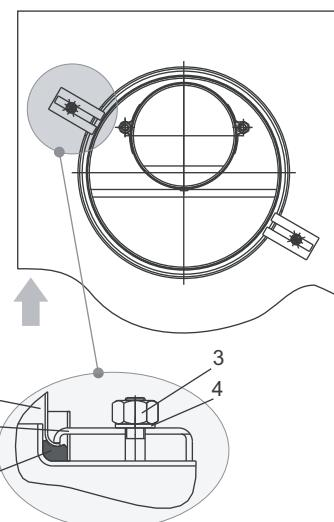

Рис. 4. Схема кріплення повітроходу
6.3. Монтаж апарату повинен виконуватись відповідно до вимог ДБН В.2.5-20-2001 "Газопостачання", а також відповідно до таблиці 3, у такій послідовності: рис. 4, 5, 6, 7.
6.3.8. Встановити апарат кронштейнами (п. 4, рис. 2) на шпильки кріплення (п. 6, рис. 2), з'єднавши при цьому патрубок димоходу з фіксованим патрубком газоходу зовнішнього. Патрубок повіtroходу (п. 1, рис. 2) розмістити в кільцевому пазу апарату на прокладку (базальтовий шнур). Виставити вертикально апарат і закріпити його гайками (п. 9, рис. 2), забезпечуючи при цьому щільний і герметичний притиск апарату до повіtroводу. Встановити прижими та закріпити ними повіtroход у пазу апарату (рис. 4).